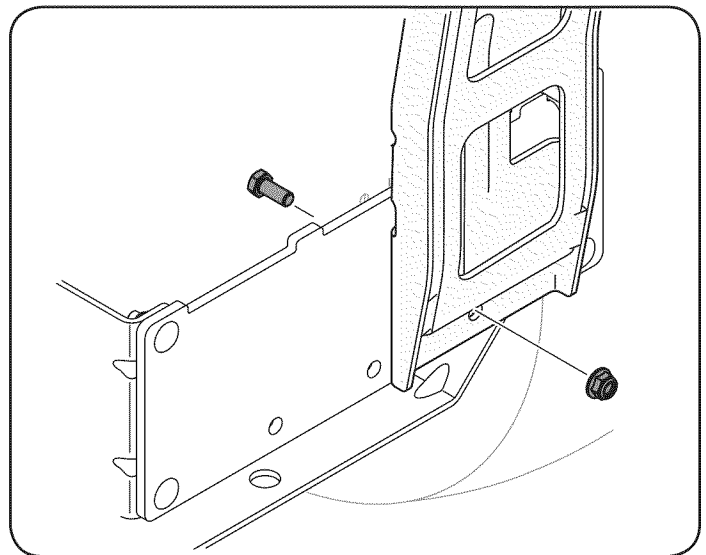

Figure 8
6. Fije el montaje de soporte de bolsa a la unidad de montaje usando un perno hexagonal (710-3008) y tuerca (712-04063) incluida con el soporte de montaje vertical del reborde. El conjunto del soporte se monta en el orificio de montaje lateral derecho como se ve en la Figure 8.